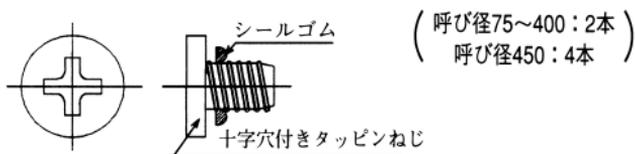

図60 十字穴付きタッピンねじ
- ②十字穴付きタッピンねじ (図60) にシールゴムが付いていることを確認する。